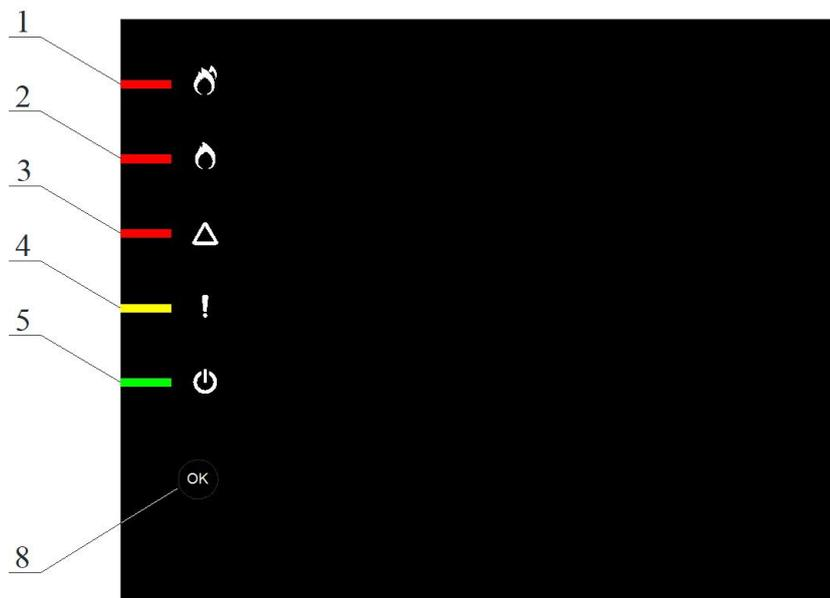

Рис. 4. Органы управления и индикации извещателей ИП 233-1 ИПДА-1, ИП 233-2 ИПДА-1 ТУРБО
Извещатели ИП 233-1 «ИОНОСЕНС» ИПДА-1 и ИП 233-2 «ИОНОСЕНС» ИПДА-1 ТУРБО имеют только кнопку «ОК» (8), при нажатии на которую 3 раза формируется команда «СБРОС» (рис. 4). Конфигурирование, мониторинг и просмотр записей журнала событий извещателей этих исполнений производится при подключении к компьютеру через разъем USB (тип B) с использованием программы конфигурирования и диагностики «NewIPDA».